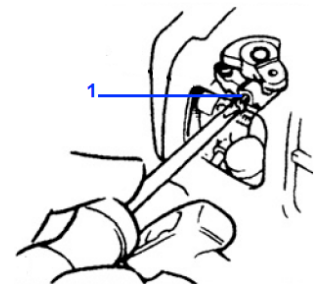

Fig.14
2. Si l'élément de coupe tourne au ralenti, réduire la vitesse de ralenti en tournant la vis de réglage dans le sens inverse des aiguilles d'une montre, si nécessaire (Fig.14).